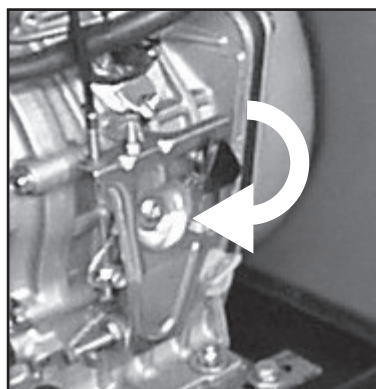

Fig.4
- 1) Zet de versneller op de motor (zie fig.4) in de lage stand (maximaal toerental)